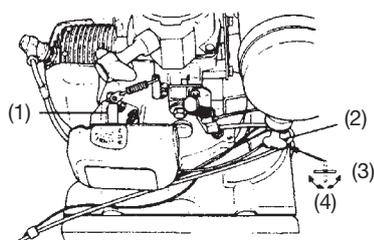

Fig. 4
- 2) Åben for brændstofshane (Fig. 4)
- 3) Sæt startknappen i CHOKE- position (Fig. 4)
- 6) Når du hører motoren ønsker at starte, så sæt chokeren tilbage til positionen RUN (åben). Træk så rekylstarteren kvikt igen. (Fig. 4)